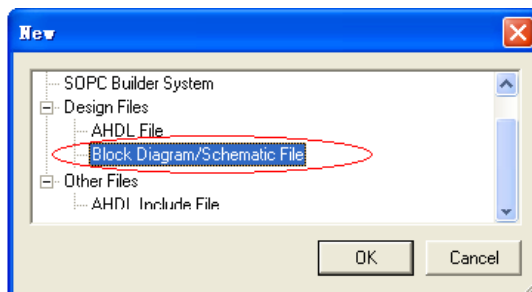

图 2-27 新建一个方框图/电原理图文件的对话框
22. 建立一个名为 Q_74LS138 的工程文件，用输入电原理图的方法（参看图 2-27）完成 74LS138 译码器（商品 3-8 译码器芯片）的实验。